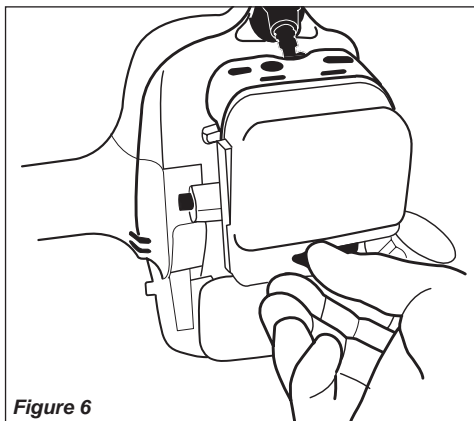

Figure 6
Le jeu du levier d'accélération doit être réglé à environ 4-6 mm. Voir figure 6. S'assurer que le levier d'accélération fonctionne en douceur, sans se coincer. S'il est nécessaire de régler le jeu du levier d'accélération, suivre les instructions fournies par les procédures et illustrations ci-dessous.
1. Desserrer le bouton du couvercle du filtre à air et retirer le couvercle du filtre à air. Voir figure 6.